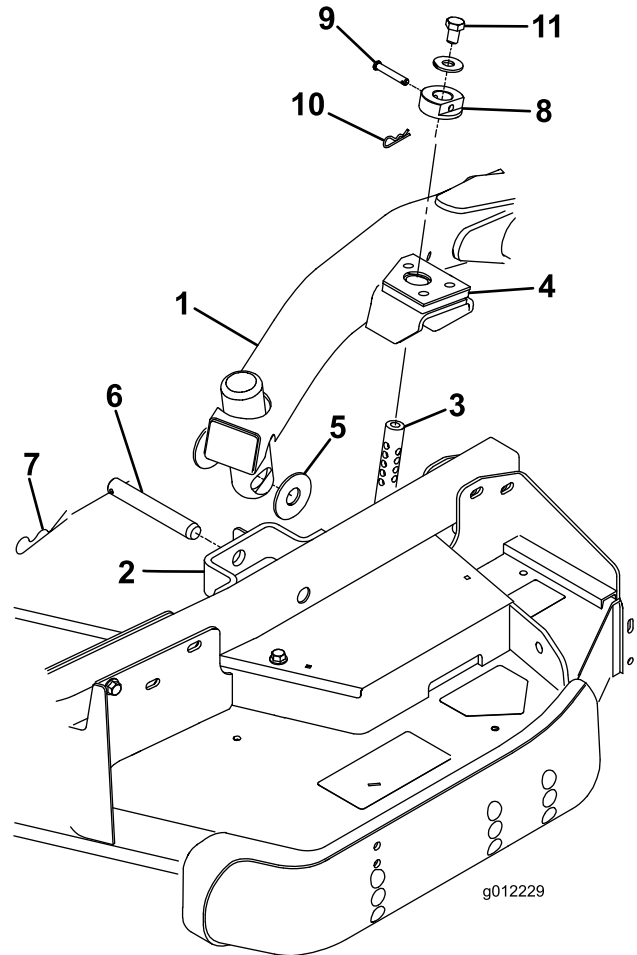

Bild 23
4. Stellen Sie den Hubhebel auf die Schweben-Stellung. Drücken Sie einen Hubarm nach unten, bis die Löcher im Hubarm mit den Löchern in der Laufradarmhalterung ausgerichtet sind, und die Schnitthöhenstange in die Hubarmpolster eingesetzt werden kann (Bild 23).
5. Befestigen Sie den Hubarm mit zwei (2) Druckscheiben, einem Lastösenbolzen und einem Splint am Laufradarm. Legen Sie die Druckscheiben zwischen den Hubarm und die Halterung des Laufradarms (Bild 23). Setzen Sie das Ende des Splints in den Schlitz im Laufradarm ein, um den Splint zu arretieren.
9. Befestigen Sie die Schnitthöhenstellringe an den Schnitthöhenstangen und befestigen Sie sie mit den Lastösenbolzen und den Splints (Bild 23). Der Kopf des Splints sollte zur Vorderseite des Mähwerks zeigen.
10. Setzen Sie oben auf jeder Schnitthöhenstange eine Schraube 1/2 x 3/4") und eine Scheibe ein (Bild 23).